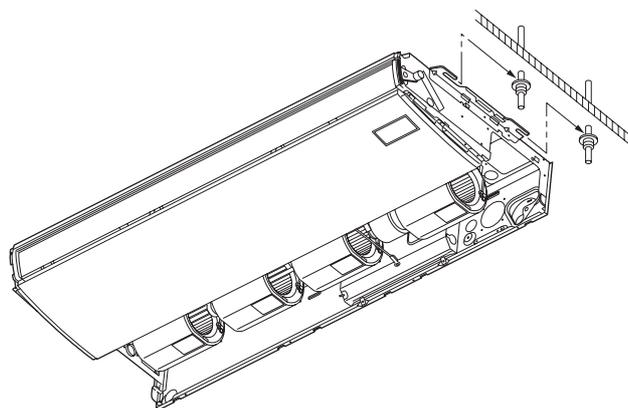

Fig. 3-46
- b) Soulevez l'unité intérieure et mettez-la en place sur ses pattes de fixation. (Fig. 3-46)